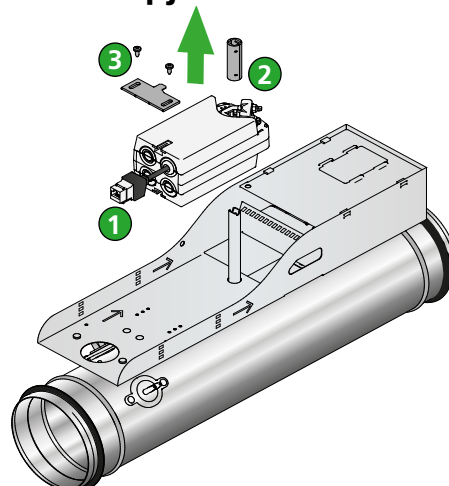

Figur 23. Vid spjällläge "Normally closed" skall spjället vara stängt vid montage av fjäderåtergångsmotor. Axelklämma är då riktad enligt ovan.
3. Se till att axelklämma på motor är monterad enligt något av utförande i figur 23 eller 24.